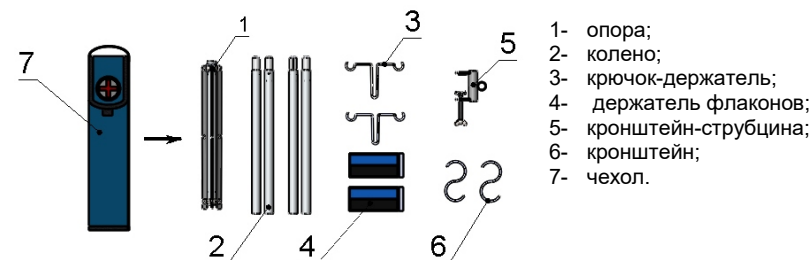

Рис. 1. Устройство штатива разборного для инфузий ШР-«Медплант».
5.1. Устройство штатива представлено на рис. 1.